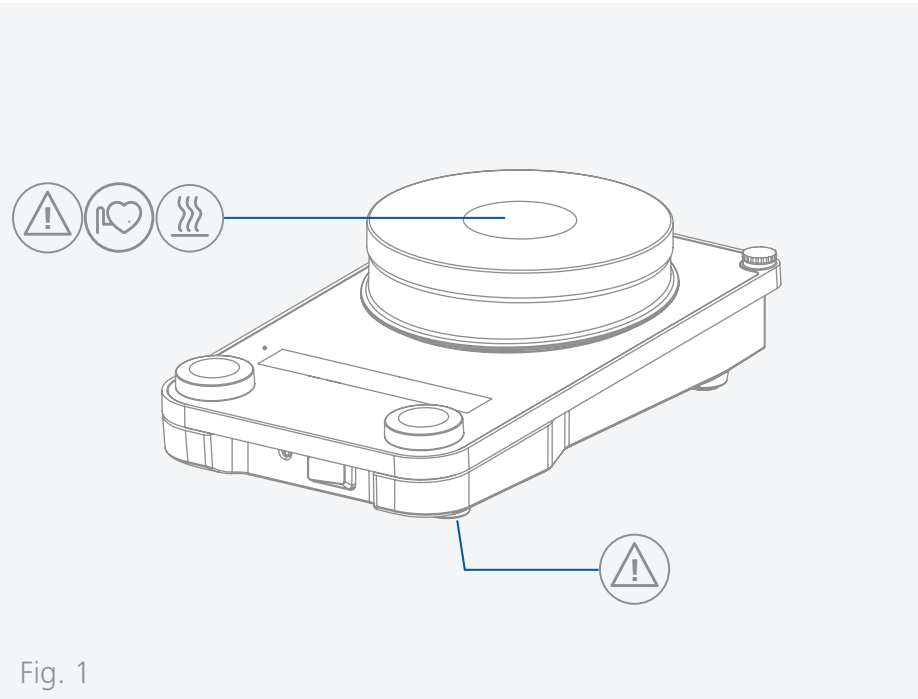

Fig. 1
- > Faites attention aux emplacements repérés sur la **Fig. 1**.